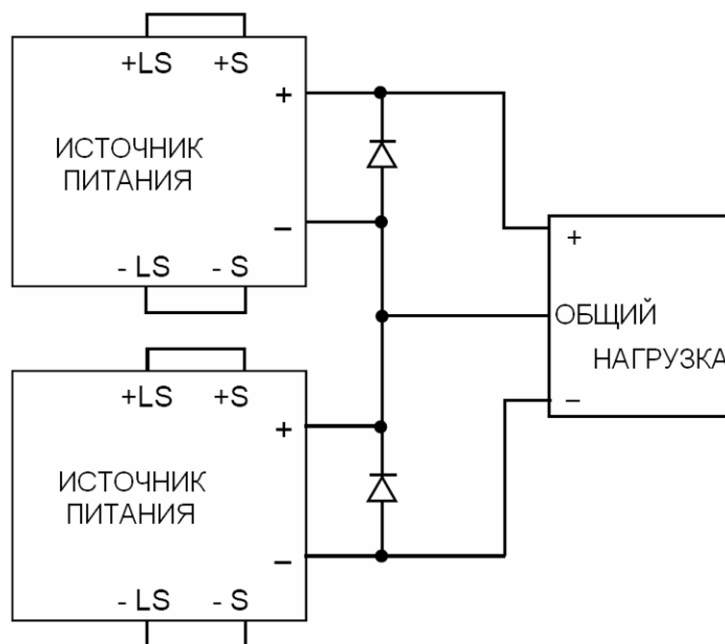

Рис. 4-14: Последовательное соединение для биполярного выхода
3.1 Общие замечания: При таком режиме работы два источника питания сконфигурированы как биполярный источник напряжения/тока. Токвый предел для каждого устанавливается на уровень, соответствующий максимальному току нагрузки, не вызывающему её повреждения. Рекомендуется параллельно выходу каждого источника питания подключать диоды как защиты от напряжения обратной полярности при включении или при отключении одного из модулей. Каждый диод должен быть рассчитан как минимум на выходной ток источника питания. Данный режим работы представлен на рис. 4-14.